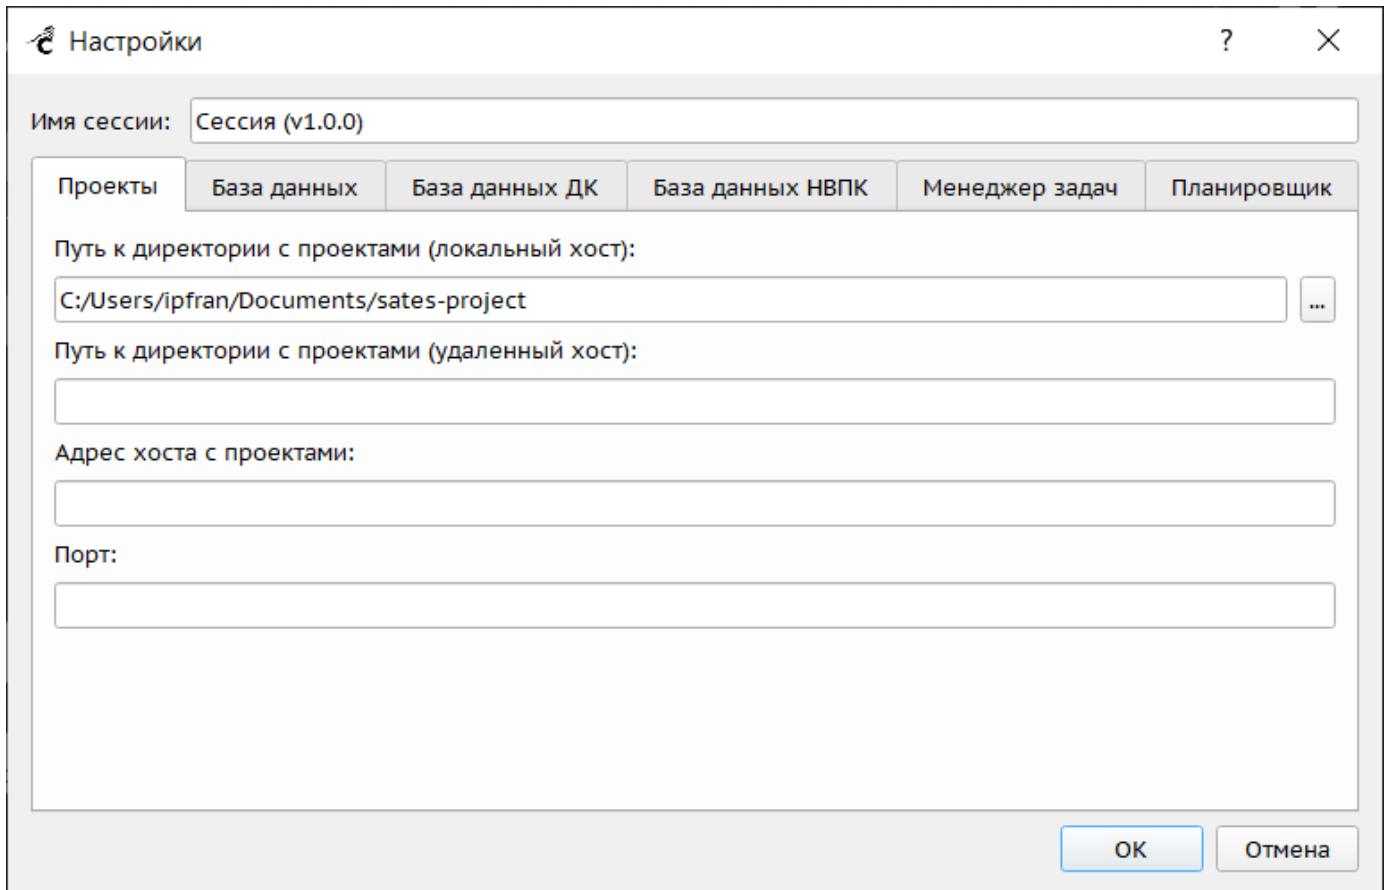

Рисунок 47 – Меню «Настройки сессии». Вкладка «Проекты»
После нажатия на кнопку «ОК» откроется окно настроек сессии (Рисунок 47), где необходимо внести требуемые изменения в настройки созданной сессии и сохранить их.
- «Просмотреть» – кнопка становится активной после выбора из списка одной из сессий. При нажатии на кнопку открывается окно настроек выбранной сессии (Рисунок 47);
Команда «Настройки сессии «<Имя сессии>» открывает окно настроек текущей сессии (Рисунок 47).
«**Проекты**» – задаются настройки хранилища данных (Рисунок 47):